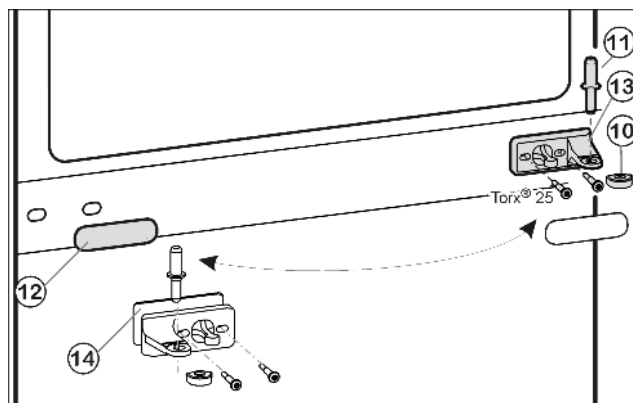
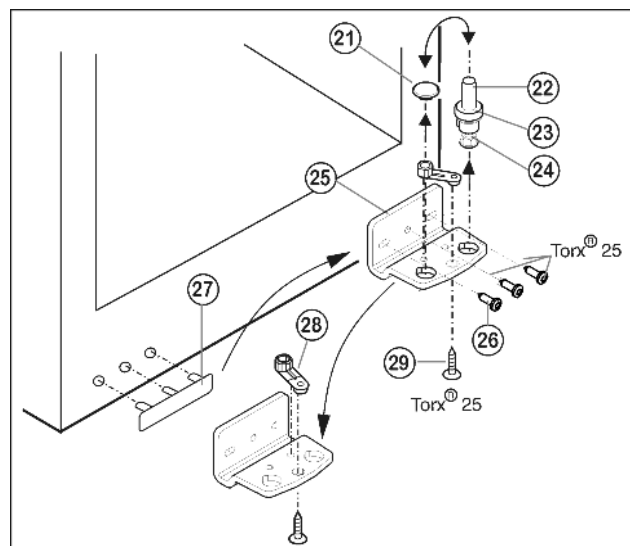

Fig. 5
Fig. 6
- ▶ Вытащите из опорного кронштейна и нижней дверцы средний опорный винт Fig. 5 (11).
- ▶ Снимите пластмассовый колпачок Fig. 5 (10).
- ▶ Открутите средний опорный кронштейн Fig. 5 (13) (2 шт. Torx® 25).
- ▶ Осторожно снимите накладку Fig. 5 (12).
- ▶ Прикрутите средний опорный кронштейн Fig. 5 (13) с подкладкой Fig. 5 (14) с поворотом на 180° на новую сторону шарнира (с моментом 4 Нм).
- ▶ Защелкните накладку Fig. 5 (12), повернув на 180°, на стороне, где теперь будет ручка.
- ▶ Извлеките опорный винт Fig. 6 (22) в комплекте с шайбой Fig. 6 (23) и регулируемой опорой Fig. 6 (24), вытягивая его вверх.
- ▶ Снимите пробку Fig. 6 (21).
- ▶ Открутите Fig. 6 (26) опорный кронштейн Fig. 6 (25).
- ▶ Открутите Fig. 6 (29) опорную деталь Fig. 6 (28) и, поставив в отверстие на противоположной стороне опорного кронштейна, снова прикрутите.
- ▶ Осторожно снимите и переставьте на противоположную сторону крышку со стороны ручки Fig. 6 (27).
- ▶ Снова прикрутите опорный кронштейн Fig. 6 (25) на новой стороне шарнира (с моментом 4 Нм). При необходимости используйте аккумуляторный шуруповерт.
- ▶ Переставьте пробку Fig. 6 (21) в свободное отверстие.
- ▶ Вновь установите опорный винт Fig. 6 (22) в комплекте с шайбой и регулируемой опорой. При этом фиксатор должен быть направлен назад.
- ▶ Установите нижнюю дверцу сверху на нижний опорный винт *Fig. 6 (22)*.
- ▶ Снова наденьте пластмассовый колпачок *Fig. 5 (10)* на средний опорный кронштейн *Fig. 5 (13)*.
- ▶ Вставьте средний опорный винт *Fig. 5 (11)* на новой стороне шарнира через средний опорный кронштейн *Fig. 5 (13)* в нижнюю дверцу.
- ▶ Установите верхнюю дверцу на средний опорный винт *Fig. 5 (11)*.
- ▶ При необходимости выровняйте дверцы через два продольных паза в нижнем опорном кронштейне *Fig. 6 (25)* и среднем опорном кронштейне *Fig. 5 (13)* параллельно корпусу устройства. Для этого выкрутите средний винт на нижнем опорном кронштейне *Fig. 6 (25)*.